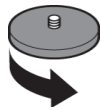

Fig.43
- 2- Quitar manualmente lado o filtros centrales desenroscando el casquillo situado en la parte superior redondeada filtro dentro del tanque. (Fig.43)